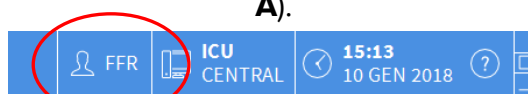

Fig. 6
- Cliquer sur le bouton **Utilisateur** présent sur la barre des commandes (Fig. 6 et Fig. 2 A).